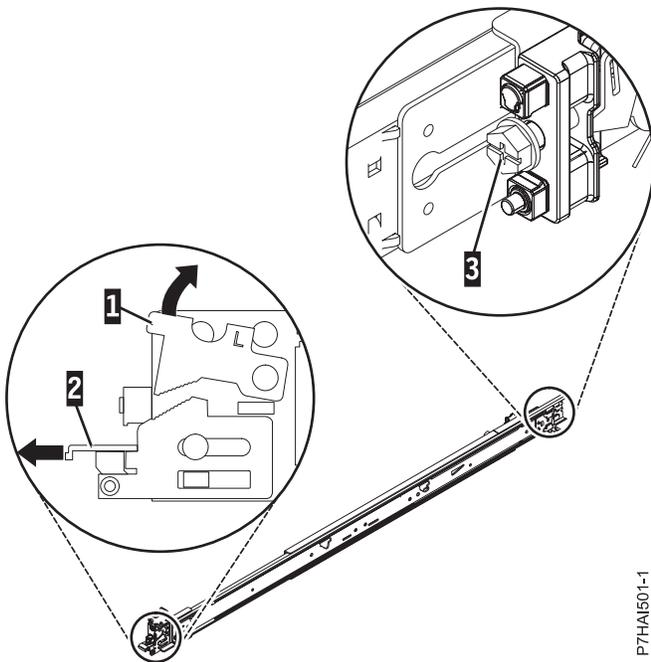

Abbildung 3. Vordere Verriegelung öffnen und Schraube an der Rückseite der Schiene entfernen
2. Drücken Sie die vordere Verriegelungslasche (**1**) nach oben und ziehen Sie an der vorderen Verriegelung (**2**), um die vordere Schiene herauszuziehen. Entfernen Sie anschließend die Schraube an der Rückseite der Schiene (**3**) (siehe Abb. 3 auf Seite 6).